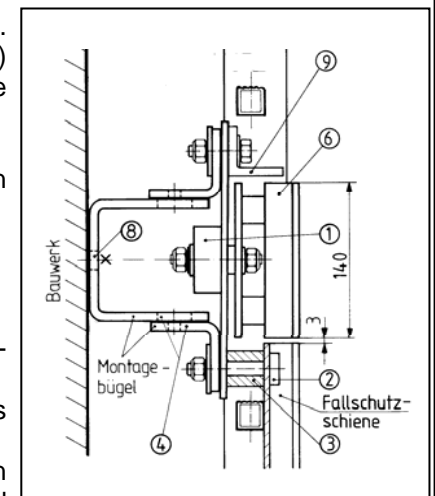

Abb. 1b
- Weiche (1) an die senkrechte Fallschutzschiene mittels Hammerkopfschrauben (2), Distanzstücke (3) und verstellbarem Montagebügel (4) montieren (Abb. 1b).
- Montagebügel (4) entsprechend dem Wandbefestigungsabstand einstellen.
- Zum Bohren des Dübelloches (8) zur Befestigung des Montagebügels (4) Weiche mit Fallschutzschiene mittig zwischen den Leiterholmen anhalten, dabei darauf achten, daß die Löcher in der Fallschutzschiene mit den Sprossen übereinstimmen. Loch anreißen und bohren.
- Montagebügel (4) mit geeigneten Dübel (8) nach Angabe des Dübelherstellers montieren, dabei Fallschutzschiene (6) genau senkrecht ausrichten und mit 3 mm Luftzwischenraum zu den Fallschutzschiene justieren, Dübel festziehen (Abb. 1b).